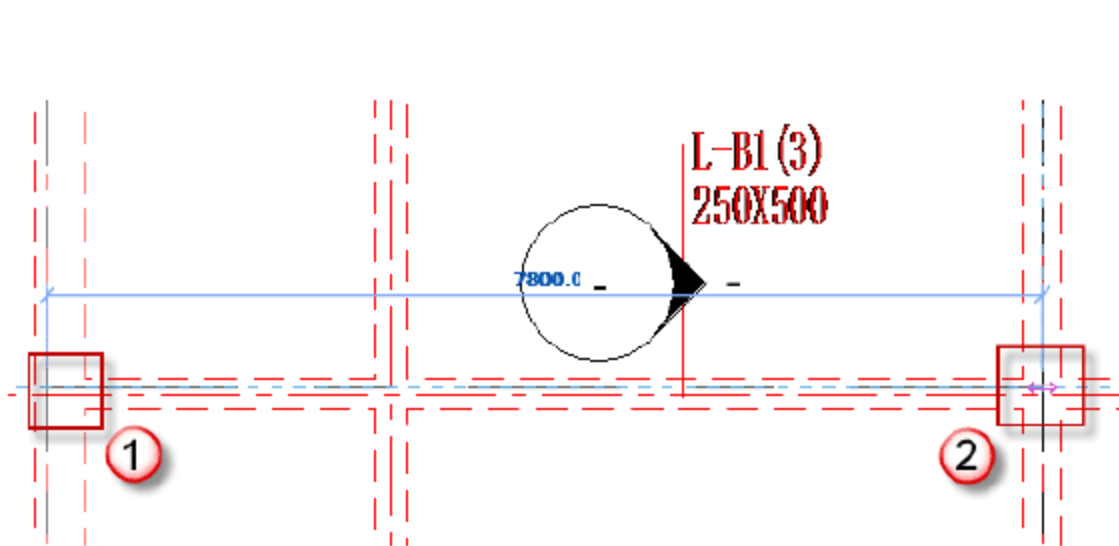

图 4.2.56 绘制 L-B1
(6) 绘制矩形框架梁 L-B1, 按快捷键 B+M, 放置平面为“标高 2”平面视图, 先单击起始柱的中心为起点, 后单击终止柱的中心为终点, 如图 4.2.56 所示。